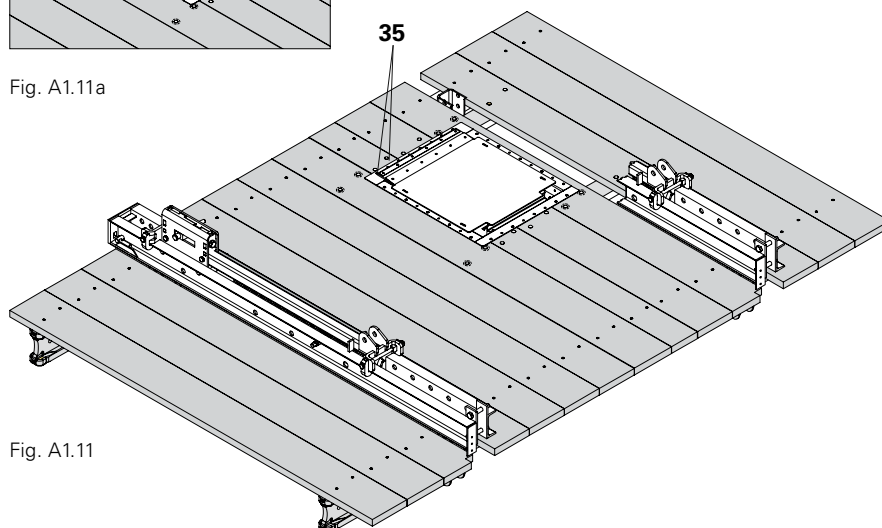

Fig. A1.11
2. Avvitare il telaio della botola all'impalcato con ca. 20 viti Torx 6 x 40 (35). (Fig. A1.11)